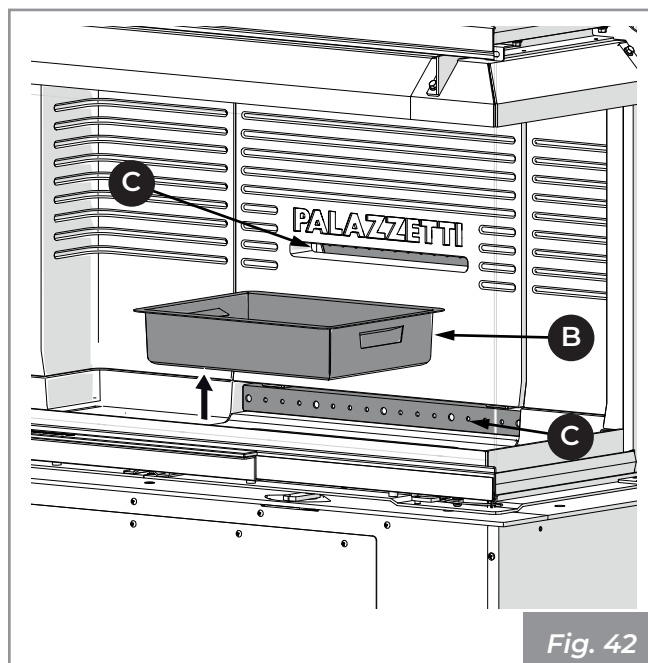

Fig. 42
- 2) Retirer le tiroir à cendres (B) de la base et aspirer les cendres déposées dans les compartiments situés en dessous (**Fig. 42**).
- 3) Aspirer les trous avant et arrière (C) du distributeur d'air de combustion afin d'éviter une éventuelle accumulation de cendres (**Fig. 42**).